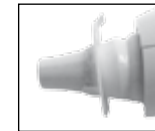

Bild 2
- Setzen Sie die Messsonde **senkrecht auf die Mitte** der Schutzhülle (Bild 2).